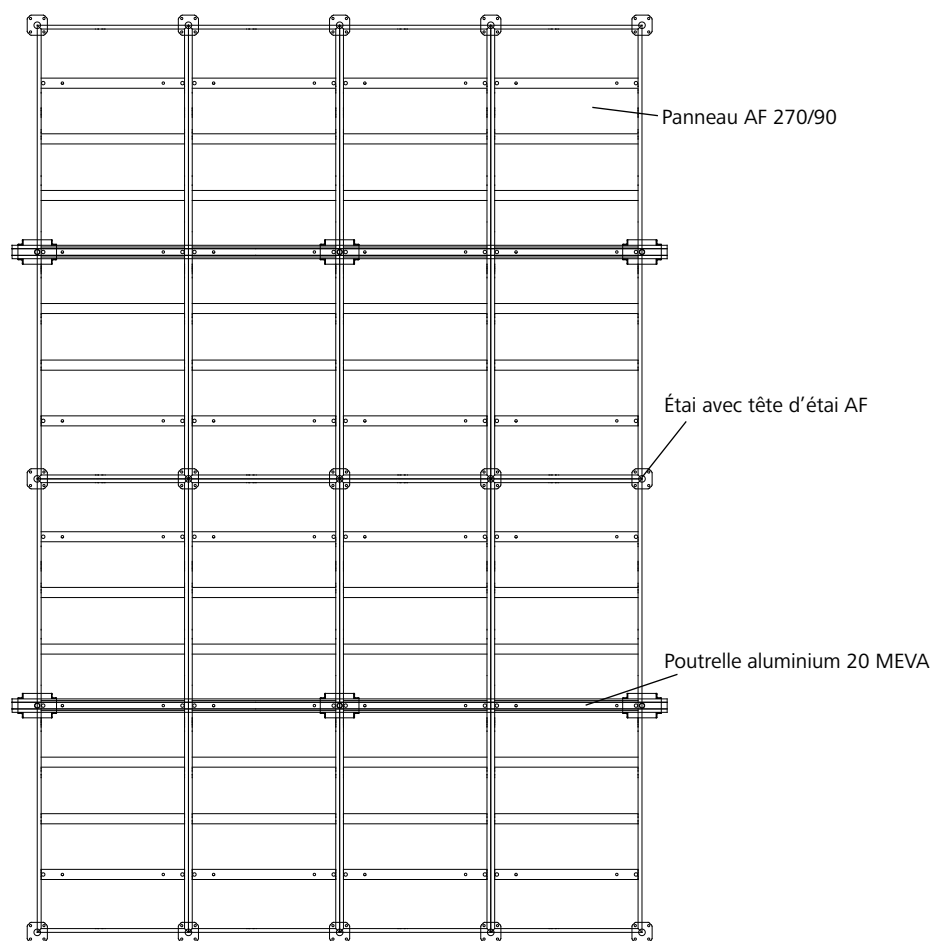

Fig. 17.2 Deux poutrelles aluminium 20 MEVA utilisées comme poutre à deux travées
**Charges admissibles avec panneaux AluFix de 270/90 et appui central sur poutrelle aluminium 20 MEVA utilisée comme poutre à deux travées (Fig. 17.2)**